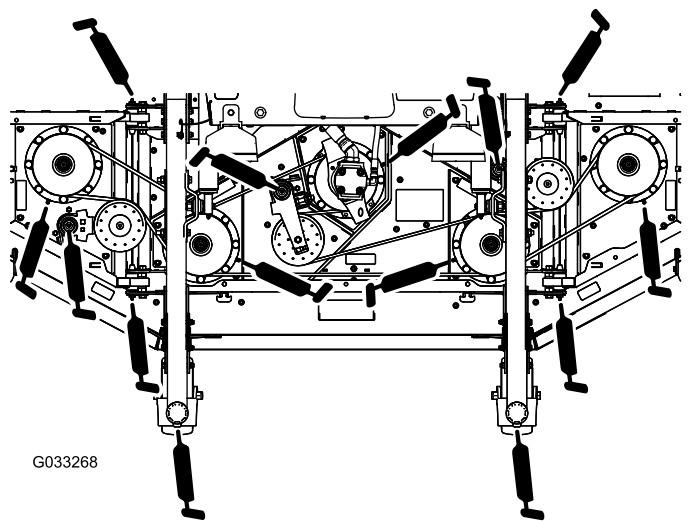

Figura 80
- 2 casquillos del eje de la horquilla de la rueda giratoria (Figura 80)
- 5 cojinetes de eje giratorio (situados en el alojamiento del eje) tal y como se muestra en la Figura 80
- 3 casquillos de pivote de brazo tensor (situados en el eje del pivote tensor) tal y como se muestra en la Figura 80
- 4 casquillos de las alas de la carcasa (situados en los pasadores de giro de las alas) según se muestra en Figura 80.